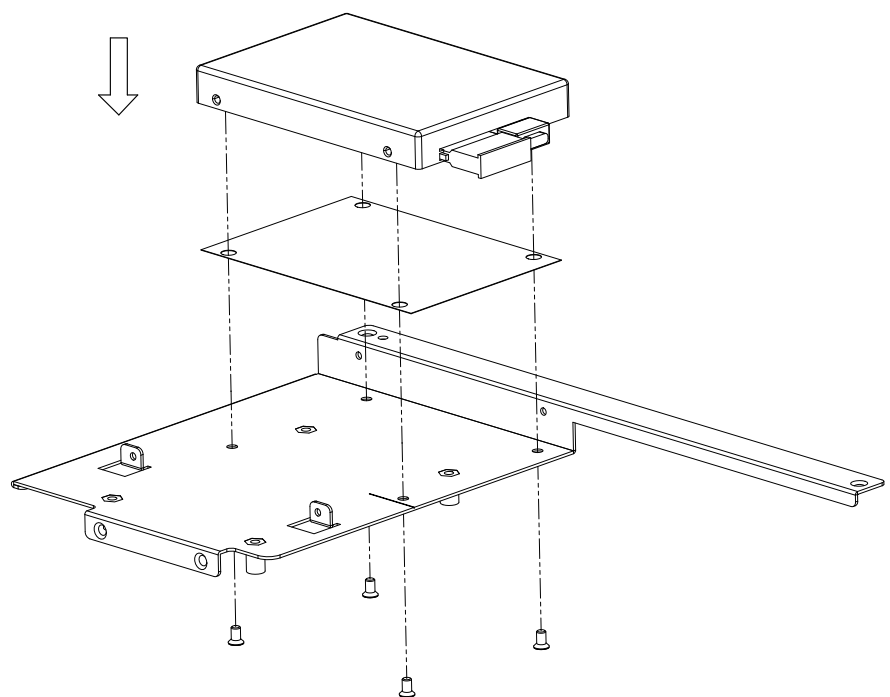

Figure 2.3 Installing HDD-1 & Mylar/ 安裝 HDD-1 & 麦拉 / 安裝 HDD-1 & 麥拉
- Figure 2.3 Installing HDD-1 & Mylar/ 安装 HDD-1 & 麦拉 / 安裝 HDD-1 & 麥拉 7